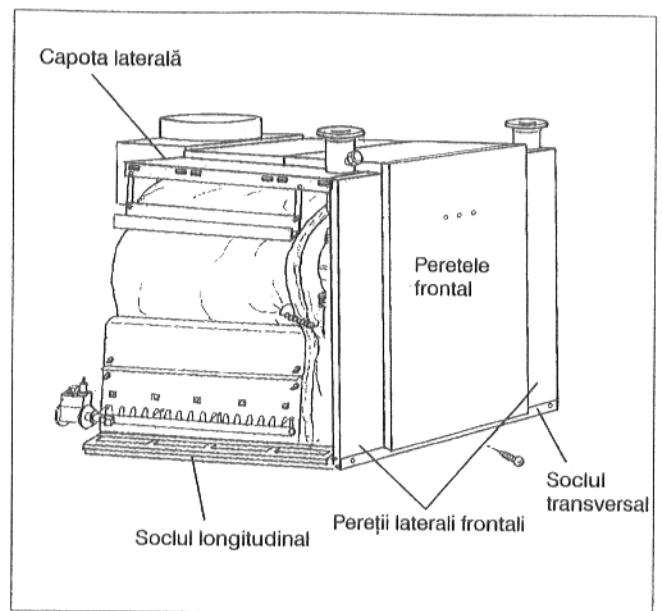

Fig. 35: Mărimea cazanului 2 x 16
- Ambii pereți laterali frontali se introduc jos între soclul longitudinal și transversal iar sus se agață la capotele laterale (Fig. 35).
- Peretele frontal se introduce jos între pereții laterali și soclul transversal iar sus se introduce în capota posterioară și jos se înșurubează la soclul transversal (Fig. 35).
- Ambii pereți laterali frontali se suspendă la capotele laterale și se înșurubează strâns la soclul longitudinal (Fig. 35/36).